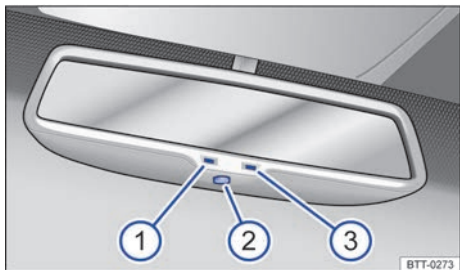

Fig. 83 En el parabrisas: espejo retrovisor interior antideslumbrante automático.
Leyenda para → fig. 83:
- ① Luz de control.
- ② Interruptor.
- ③ Sensor para reconocer la incidencia de luz desde atrás.
El antideslumbrante automático se puede conectar y desconectar con el interruptor en el espejo retrovisor interior → fig. 83 ②. Si está conectado el antideslumbrante automático se enciende la luz de control → fig. 83 ①.
- Un sensor del lado que indica hacia el interior del vehículo, que mide la incidencia de luz desde atrás → fig. 83 ③.